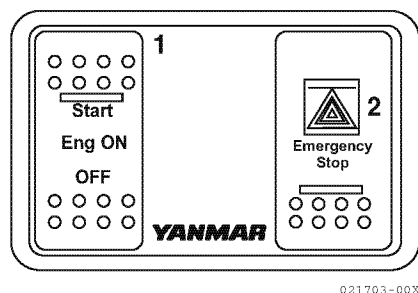

Figure 9
1. Le commutateur Eng ON (1, **Figure 9**) est connecté au panneau du 1er poste.
3. Le bouton d'arrêt d'urgence est connecté en série au panneau du premier poste (2, **Figure 9**).